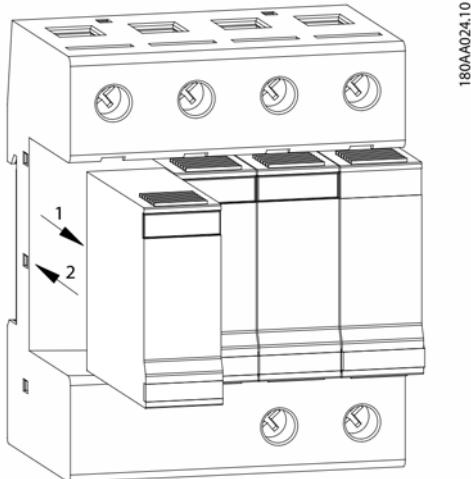

Imagen 1.2: descargadores de sobretensión para CA (3)
4. Retire el descargador de sobretensión averiado. Consulte la posición (1) en la imagen 1.2 y 1.3
1. Introduzca los nuevos descargadores de sobretensión hasta que encajen. Consulte la posición (1) en la imagen 1.2 y la (2) en la 1.3.